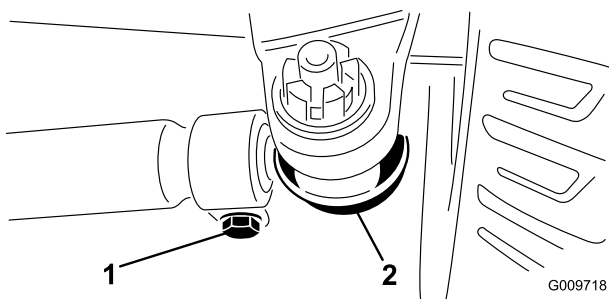

Figure 68
- Pour le régler, retirez la goupille fendue et l'écrou de la rotule de biellette. Retirez la rotule de biellette du support du corps d'essieu (Figure 68).
- Desserrez les fixations aux deux extrémités des biellettes (Figure 68).